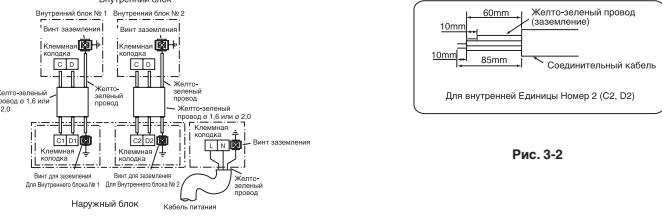

Рис. 3-1
- Осуществите электрическое соединение Внутреннего и Наружного блока в соответствии со схемой на рис. 3-1. не допускать неправильного подключения соединительных линий.